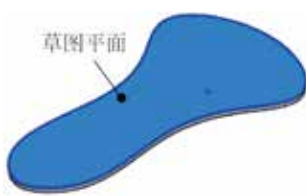
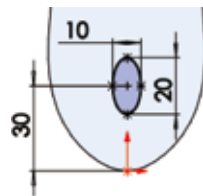

图 5.232 草图平面
图 5.233 截面草图
选择  功能选项卡中的  拉伸切除 命令，在系统提示下选取如图 5.232 所示的模型表面作为草图平面，绘制如图 5.233 所示的截面草图。在“切除 - 拉伸”对话框  方向 1(D) 区域的下拉列表中选择  给定深度，选中  与厚度相等(H) 与  正交切除(M) 复选框，单击  按钮，完成“切除 - 拉伸 1”的创作。